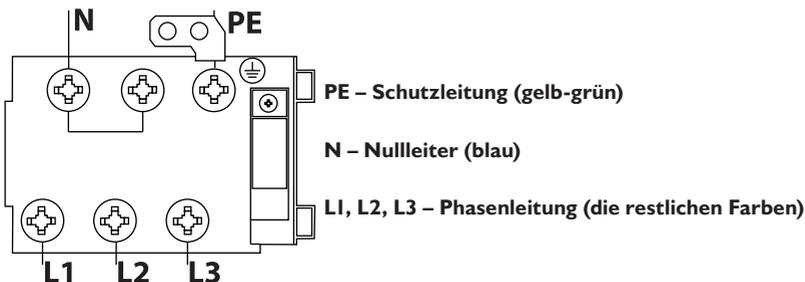

Bild 7. Anschluss des Gerätes an die elektrische Installation.
- die Temperatur durch das Umdrehen des Thermostat-Drehknopfes (Bild 7, Pos. 4) einstellen, mit einer Bewegung im Uhrzeigersinn, und dann das Arbeitsfeld für die Zeit des Aufwärmens des Öls mit dem Deckel abschließen, (das orangefarbene Signallämpchen wird angehen, indem es den Beginn des Erhitzungsprozesses signalisiert, das grüne Signallämpchen bleibt während der gesamten Betriebszeit des Gerätes an, indem es den Anschluss des Gerätes an die Stromquelle signalisiert (Bild 7, Pos. 1,3).